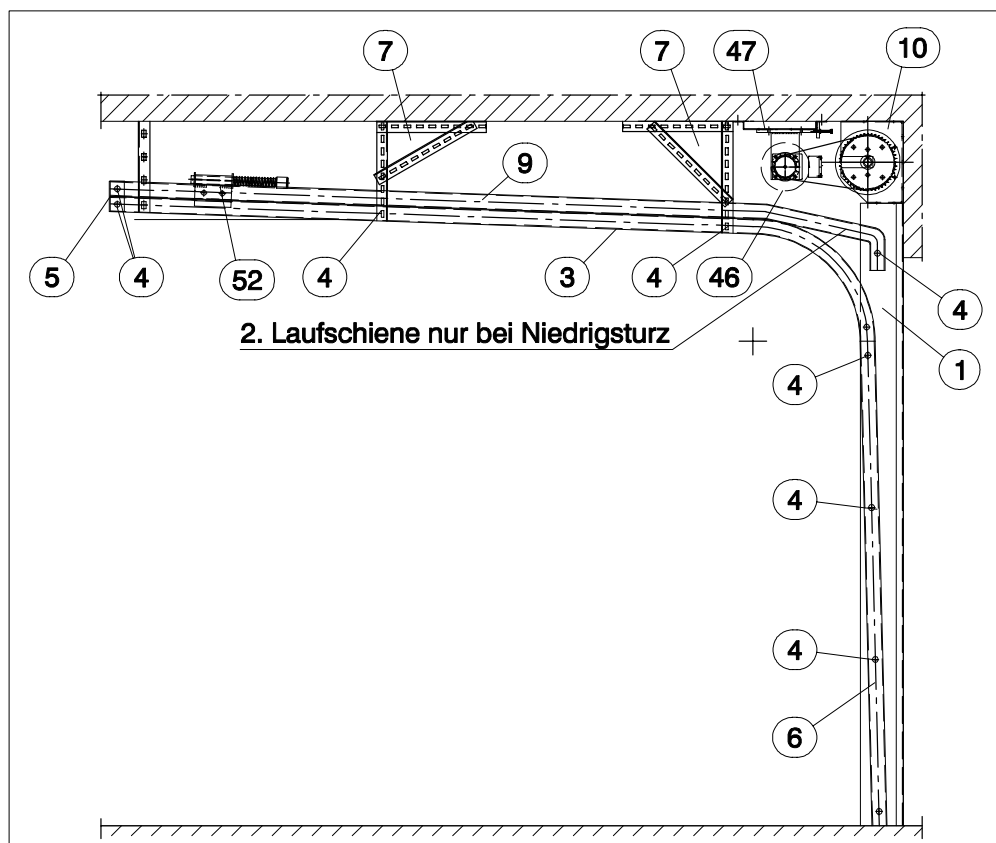

Abb. 2
- Querstrebe (5) durch das vorgegebene Lochbild mit den Enden der unteren waagerechten Laufschiene (3) mittels Flachrundschrauben M8x15 und Sechskantmutter (4) verschrauben (s. Abb.2).
- Die Enden der unteren waagerechten Laufschiene (3) nach oben schwenken und abstützen.
- Die unteren waagerechten Laufschiene (3) sind mit der aus der Einbauzeichnung angegebenen Steigung nach hinten auszurichten (s. Abb. 2).
- Die beiden oberen waagerechten Laufschiene (9) ausrichten und mit den unteren waagerechten Laufschiene (3), den Deckenabhängungen (7) und der seitlichen Zargenteile (1) durch das vorgegebene Lochbild mittels Flachrundschräuben M8x15 und Sechskantmutter (4) befestigen (s. Abb.2 u. 3).